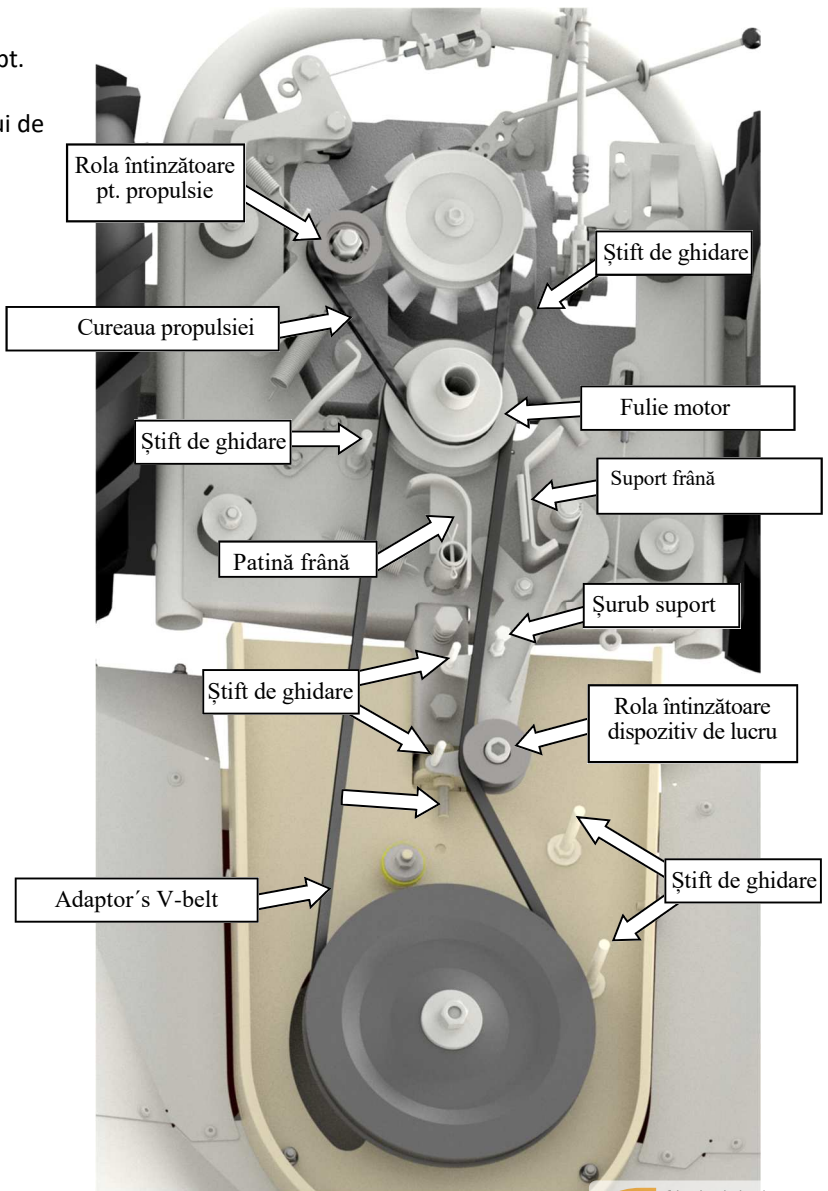

Fig. 41
Înlocuiți cureaua ori de câte ori este deteriorată (fisurată, smulgeri de material etc.). Utilizați întotdeauna curele trapezoidale noi, originale ale companiei DAKR! Folosirea oricărei alte centuri poate determina activarea mecanismului fără a fi comandat. Fiți atenți la întinderea corectă a curelei și la traseul acesteia printre știfturile de ghidare (Fig. 41).
4. Eliberați pârghia (1, Fig. 7), asigurați manșonul de reglare cu piulița de blocare și introduceți cureaua trapezoidală în poziția inițială (pe fulia motorului, treceți-o mai întâi prin frâna și în final pe fulia dispozitivului de lucru (Fig. 41).